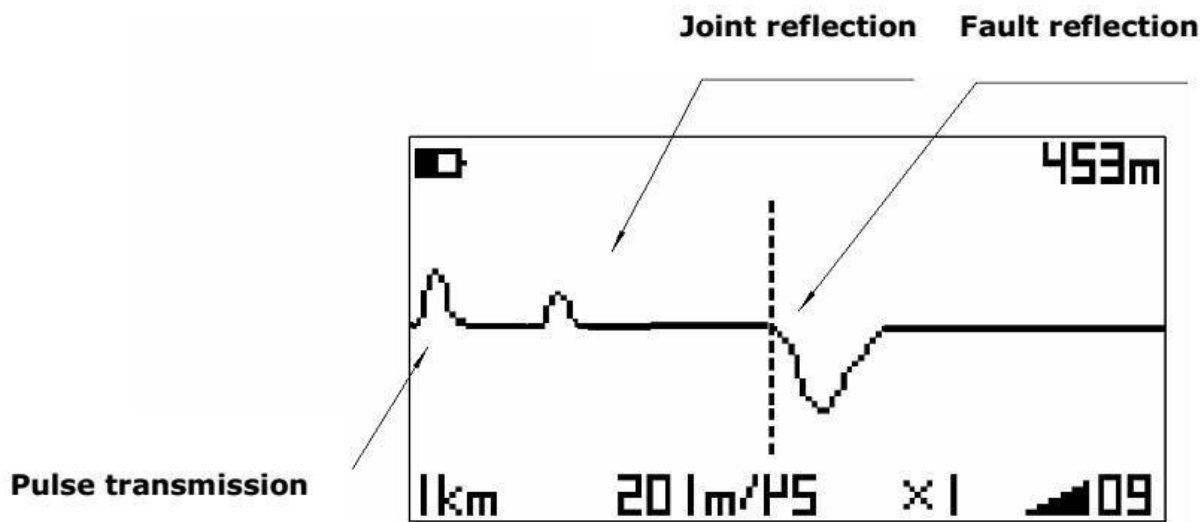

Figure 5. Typical example
**\* Position commune: appuyez sur  $\langle A \rangle$  &  $\langle B \rangle$  pour déplacer la courbe de gauche à droite. Voir fig. 5**